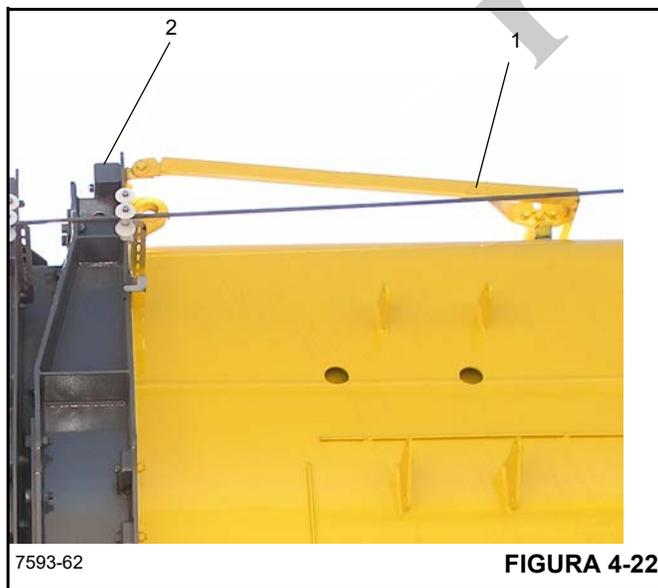

FIGURA 4-22
1. Retire las chavetas y el conjunto de asidero de cable (1) (Figura 4-22) de la parte delantera superior de la sección de base.
2. Retire la tira de protección para cables (2) y los dos conjuntos de soportes de la parte delantera superior de la más alta de las dos bridas en la parte delantera de la sección de base.